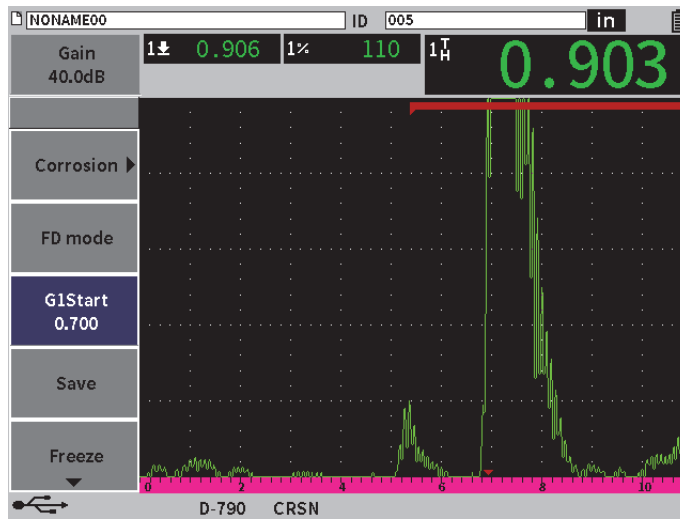

Figura 11-40 Medição disparada corretamente
- ◆ No menu da barra lateral, selecione **Iniciar P1** e gire o botão de ajuste para aumentar ou diminuir a posição inicial da porta 1 até que a medição seja corretamente disparada (veja Figura 11-40 na página 228).